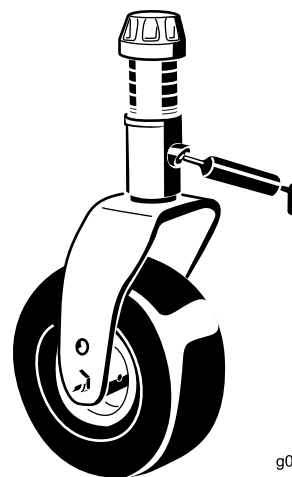

Figure 47
- 1 bague d'axe de chape de roue pivotante (Figure 47)